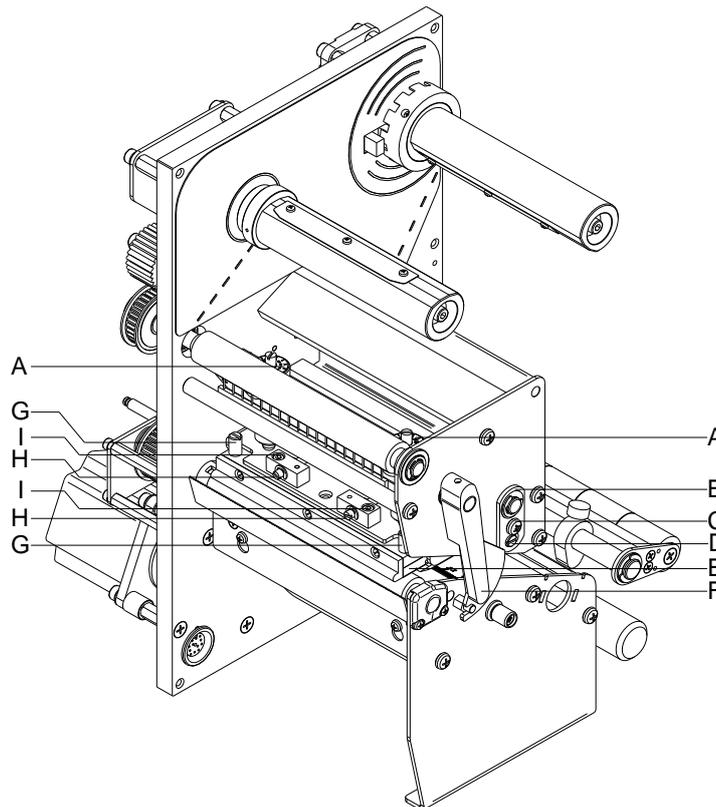

Abbildung 16
1. Schrauben (I, Abbildung 16) mit einem Innensechskantschlüssel (SW 2,5) ca. $\frac{1}{4}$ Umdrehung lösen.
2. Parallelität mit den Stellschrauben (H, Abbildung 16) einstellen.
4. Schrauben (I, Abbildung 16) wieder anziehen.
1. Schraube (C, Abbildung 16) ca. $\frac{1}{4}$ Umdrehung lösen.
2. Exzenterbolzen (D, Abbildung 16) drehen, um einen Druckausgleich zu schaffen und solange nachstellen, bis ein gleichmäßiges Druckbild vorliegt.
3. Schraube (C, Abbildung 16) wieder anziehen.